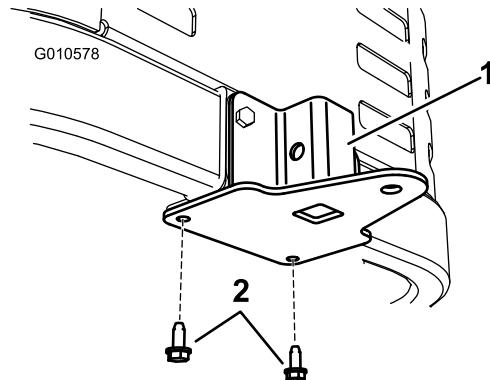

Figure 11
2. Fixez le support au bas du cadre de la machine, par dessous, avec deux vis autotaraudeuses (5/16 x 3/4"), comme montré à la Figure 11.